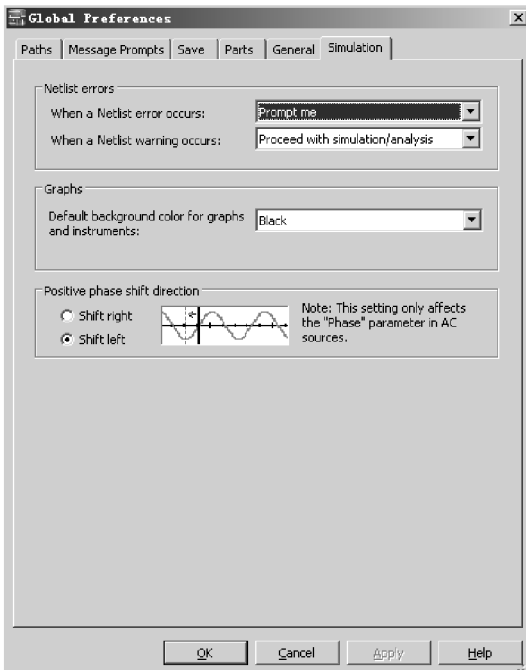

图4-6 Simulation 标签页
④ Delete associated wires when deleting Components：删除元器件时删除与之相连的连线。
(6) Simulation 标签页（仿真设置）：Simulation 标签页如图4-6所示。